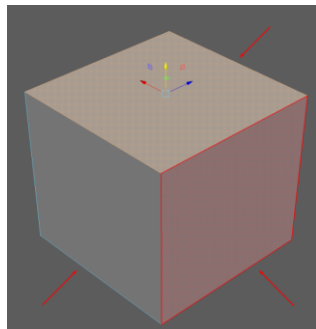

Рис. 2.25. Особливості застосування режиму редагування *Face* (Режим полігонів)
- *Face (Режим полігонів)* (рис. 2.25):